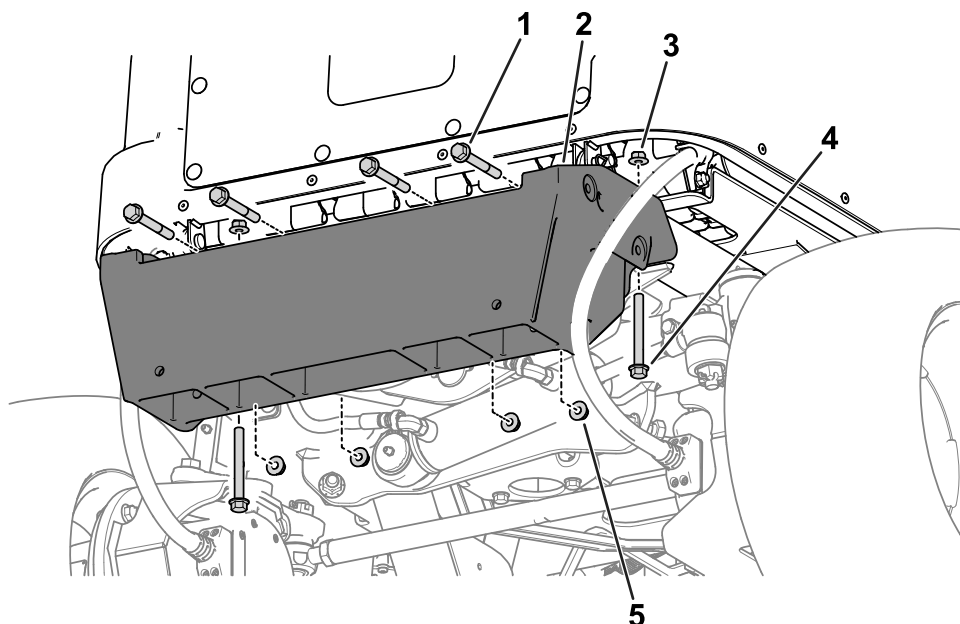

Figura 12
3. Fije provisionalmente la zona superior del parachoques al bastidor de la máquina usando 4 pernos ($\frac{3}{8}$ " \times 3") y 4 tuercas ($\frac{3}{8}$ "), como se muestra en la Figura 12.
4. Sujete provisionalmente el parachoques debajo del bastidor de la máquina usando 2 pernos ($\frac{3}{8}$ " \times 3 $\frac{1}{4}$ ") y 2 tuercas ($\frac{3}{8}$ "), como se muestra en la Figura 12.